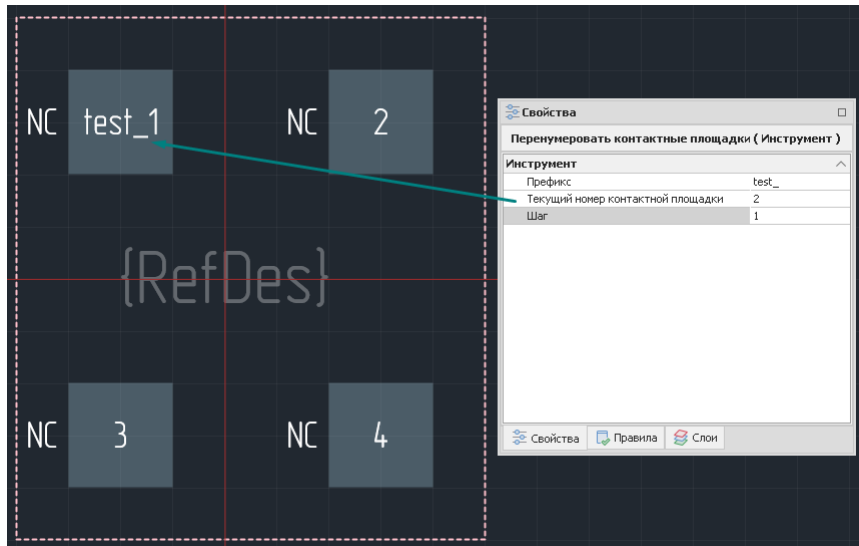

Рис. 131 Начало переименования контактных площадок
4. Указанной контактной площадке присвоится новый номер с учетом настроенных параметров, определенных на панели «Свойства», см. Рис. 131.
**Пример!** На Рис. 131 зеленые стрелки отображают очередность перемещения при переименовании контактных площадок.